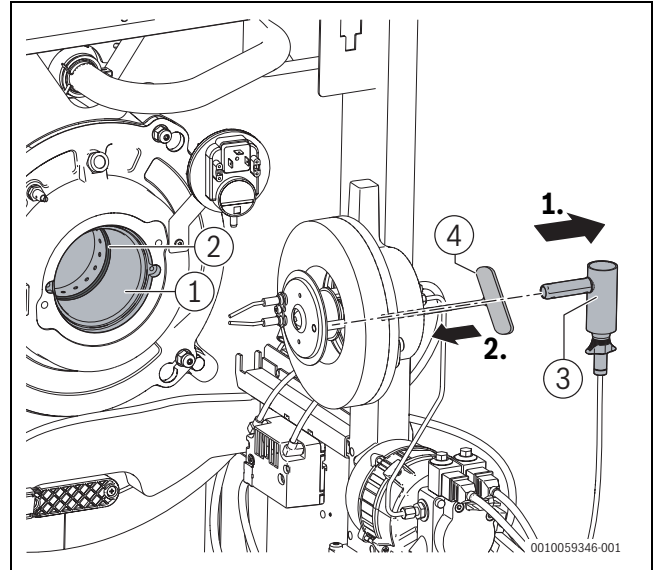

Bild 72 Dichtung prüfen (Serviceposition 1), Verwendung Innensechskantsschlüssel zur Ausrichtung des Mischsystems
- ▶ Brenner in Serviceposition 1 bringen (→ Bild 72).
- ▶ Winkelhalter mit Flammenfühler (→ Bild 72) aus Brennergehäuse ziehen.
- ▶ **Zur Ausrichtung des Halterohres des Flammenfühlers mit dem Sichtrohr des Mischsystems einen Innensechskant-Steckschlüssel (Schlüsselweite 5) als Lehre von der Brennergehäusesseite einführen (→ Bild 72).**
- ▶ Winkelhalter mit Flammenfühler (→ Bild 72) wieder bis zum Anschlag in Brennergehäuse einstecken.